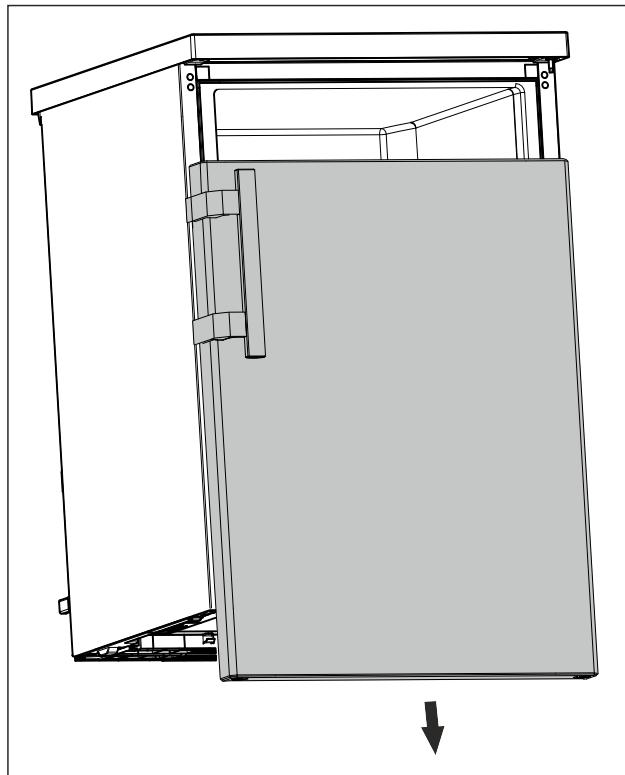

Fig. 8
- Skinite vrata prema dolje. (pogledajte Fig. 8)